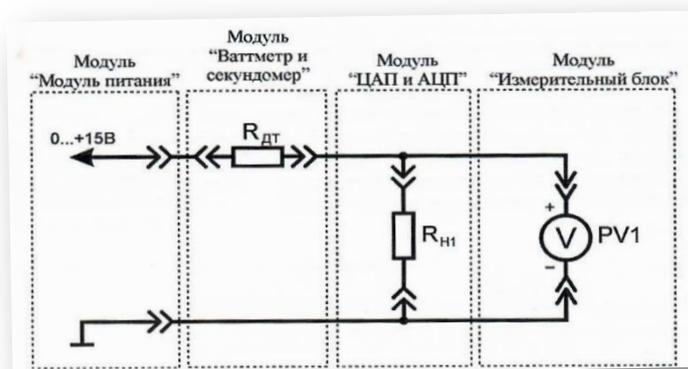

Рис. 15. Схема электрическая соединений лабораторных модулей для измерения времени успокоения стрелки вольтметра
1. Согласно схеме (рис. 15) выполнить электрические соединения модулей для определения времени успокоения стрелки. Монтаж схемы производить при отключенном питании.